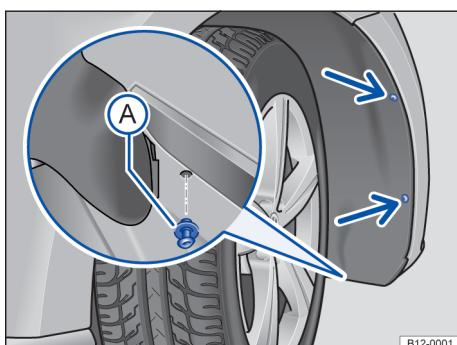

Fig. 111 Na caixa da roda dianteira direita: remover os parafusos de fixação (setas) e remover o rebite de expansão (A).
2. Remover os parafusos de fixação do revestimento da caixa de roda → Fig. 111 (setas) com o auxílio de uma chave de fenda.
3. Remover o rebite de expansão dianteiro inferior do revestimento da caixa de roda → Fig. 111 (A) e retirar completamente.
14. Recolocar o rebite de expansão no revestimento da caixa de roda e no para-lama e pressionar para dentro → Fig. 111 (A).
15. Recolocar os parafusos de fixação → Fig. 111 (setas) e apertá-los.